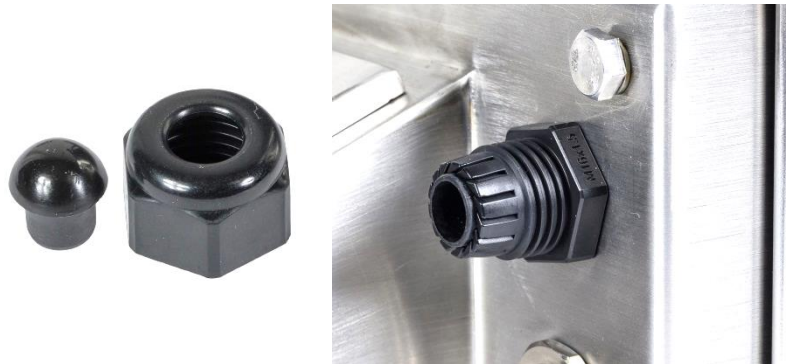

Abbildung 2-12: Kabeldurchführung
- Legen Sie die Kabel vor dem Anklemmen der Adern durch eine ausreichend große Kabeldurchführung. Abbildung 2-12 zeigt eine Kabeldurchführung mit entfernter Spannmutter.